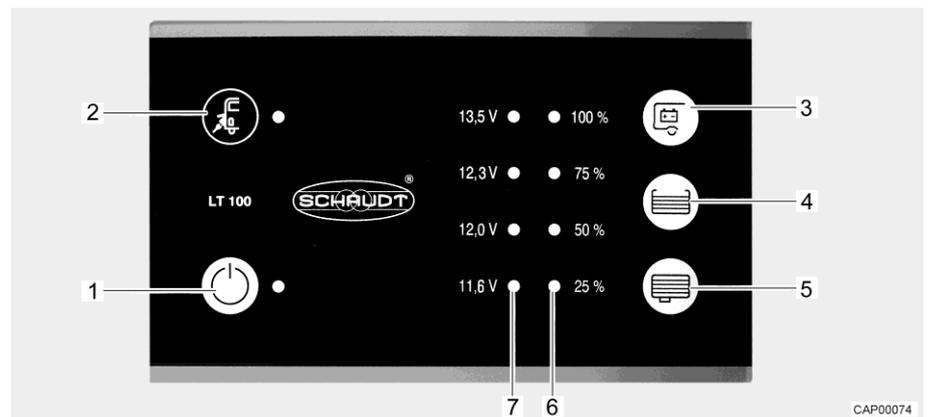

Bild 46 Panel (LT 100)
**Netzanschluss** Die gelbe LED beim Symbol Netzanschluss "" (Bild 46,2) leuchtet, wenn das Fahrzeug an eine externe Netzversorgung angeschlossen ist. Die LED leuchtet dann auch bei ausgeschaltetem Panel.
Der 12-V-Hauptschalter (Bild 46,1) schaltet das Panel und die 12-V-Versorgung des Wohnraums ein und aus.
**Einschalten:** ■ Schalter "" (Bild 46,1) drücken: Die 12-V-Versorgung des Wohnraums ist eingeschaltet. Die LED leuchtet grün.
**Ausschalten:** ■ Schalter "" (Bild 46,1) erneut drücken: Die 12-V-Versorgung des Wohnraums ist ausgeschaltet. Die LED erlischt.
Die LED-Skala (Bild 46,7) zeigt die Batteriespannung der Wohnraumbatterie wie folgt an:
**Batteriespannung anzeigen:** ■ Taste "" (Bild 46,3) drücken: Die Batteriespannung der Wohnraumbatterie wird angezeigt.
Die LED-Skala (Bild 46,6) zeigt den Füllstand des Frischwassertanks oder des Abwassertanks an.
**Füllstand anzeigen:** Taste "☰" (Bild 46,4) drücken: Der Füllstand des Frischwassertanks wird durch leuchtende LEDs angezeigt.
Taste "☷" (Bild 46,5) drücken: Der Füllstand des Abwassertanks wird durch leuchtende LEDs angezeigt.